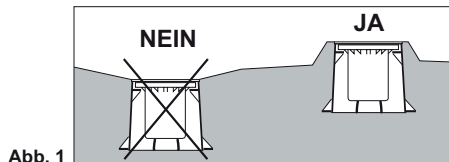

Abb. 1
- 1) éviter de positionner l'appareil en dépression (**fig.1**) la où peuvent facilement se former des dépôts de poussière et des retenues d'eau.
- das Gerät nicht in Senkungen installieren (**Abb.1**), in denen sich leicht Schmutz und Feuchtigkeit ansammeln kann.